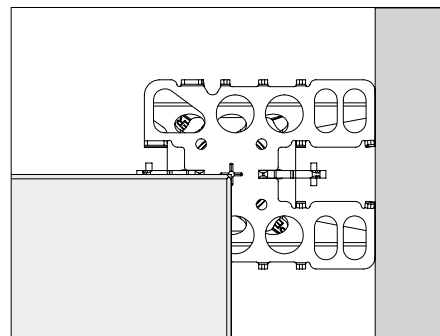

Fig. A5.17
Os dentes de plástico (7.2) na consola fixam os painéis (3) em cinco posições diferentes. Escolher a posição do suporte de acordo com a largura da compensação. Posicionar a consola do cabeçal de borde SCK o mais próximo possível da parede para dar o máximo de apoio para a compensação. (Fig. A5.17 – A5.17d)